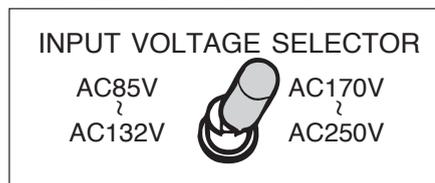

図2-10 INPUT VOLTAGE SELECTOR
4. 入力電圧範囲に応じて INPUT VOLTAGE SELECTOR を選択します（図 2-10）。PCR6000LA には INPUT VOLTAGE SELECTOR は付いていないため、この手順は不要です。